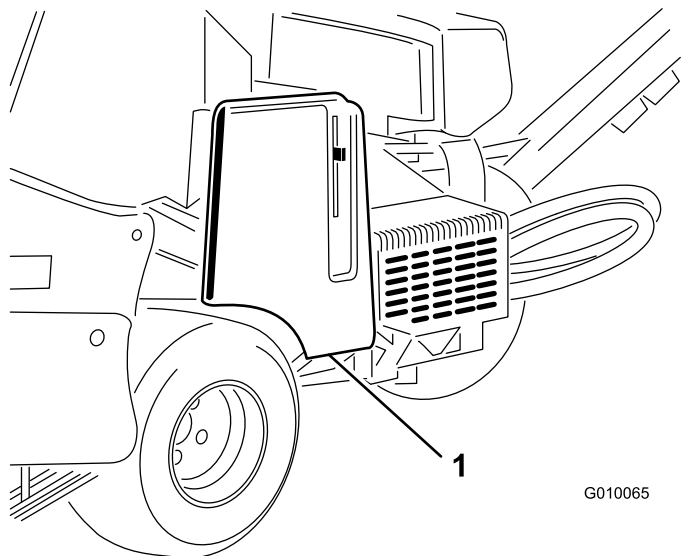

Figura 56
1. Abra la cubierta de la correa y retírela (Figura 56).